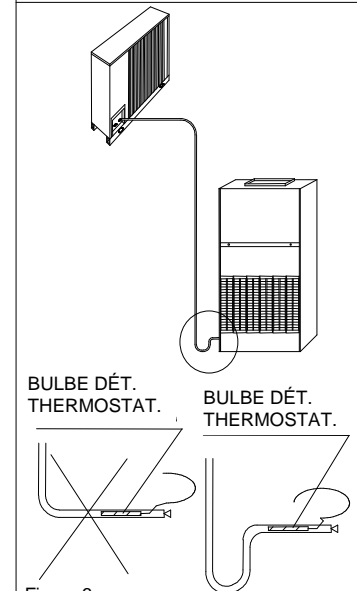

Figure 6
- Si l'unité de condensation à moteur est placée en hauteur par rapport à l'unité d'évaporation, ne prévoir qu'un puisard (voir Fig. 6).